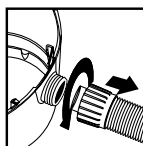

FIGURA 21
31. Desenrosque la tuerca de fijación de la manguera y sáquela de la entrada. **FIGURA 21.**